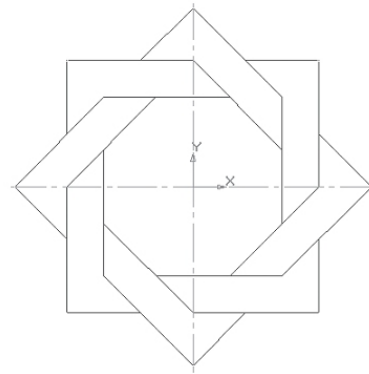

Рис. 4.12.
3. Видалення об'єкту аналогічно видаленню відрізка. Підведіть курсор до кола і клацніть ЛКМ (коло стало зеленого кольору з чорними маркерами) і натисніть <Delete> (рис. 4.12).